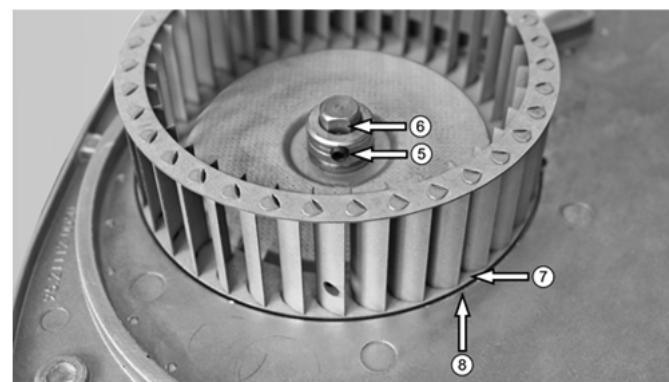

Abb. 43: Axiale Positionierung des Gebläserades
- Achten Sie darauf, dass die Befestigungsschraube (5) senkrecht zur Passfläche (6) ausgerichtet wird (s. Abb. 43).
Um die axiale Positionierung des Gebläserades sicherzustellen, muss die Innenfläche des Gebläserades (7) bündig mit der Fläche des Gehäusedeckels (8) abschließen (s. Abb. 43).
- Ziehen Sie die Befestigungsschraube (5) des Gebläserades fest.
Legende zu Abb. 43: